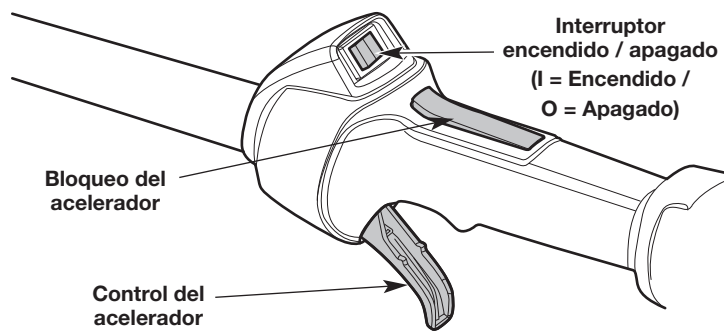

Fig. 5
NOTA: No es necesario encender la unidad. El interruptor de encendido/apagado está en la posición **Encendido (I)** en todo momento (Fig. 5).
4. Oprima y mantenga el bloqueo de acelerador. Apriete y mantenga oprimido el control del acelerador (Fig. 5).
2. Oprima y mantenga apretado el interruptor de encendido/apagado en la posición **Apagado (O)** hasta que el motor se pare por completo (Fig. 5).
5. Oprima y mantenga el bloqueo de acelerador. Apriete y mantenga oprimido el control del acelerador (Fig. 5).